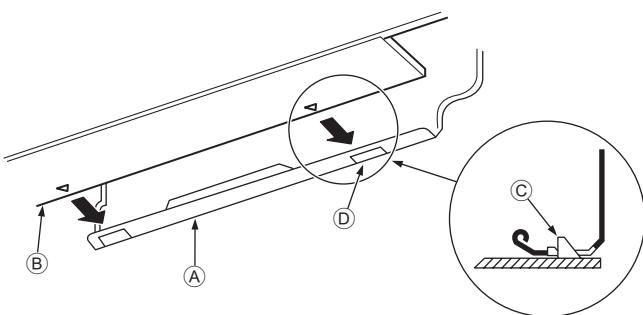

Рис. 3-15
- Устанавливая трубы хладагента и дренажа в отверстие на стене (муфту), подвесьте верхнюю часть внутреннего блока к монтажной плате ①.
- Закрепите блок, вдвинув его нижнюю часть в монтажную плиту ①. (Рис. 3-15)
- * Убедитесь, что нижние фиксаторы внутреннего блока надежно встали в монтажной плате ①.
- Ⓐ Монтажная плита ①